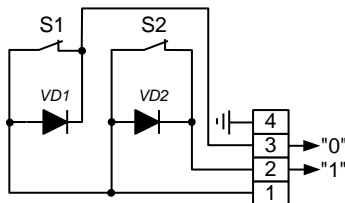

Рис. 2: Схема соединений мановакуумметра с сигнализатором типа МС-3-...
2.2 Адаптер п. 1.1.2 осуществляет согласование выходных цепей прибора п. 1.1.1 с входными цепями сигнализатора МС-3-... (преобразует трехпроводный выход прибора п. 1.1.1 в двухпроводный путем шунтирования контактов диодами VD1, VD2 – см. рис.2).
8.1 Комплект применяется совместно с сигнализатором типа МС-3 (изготовитель ООО НПП «СЕНСОР») (см. рис. 2) На комплект подается ограниченное до искробезопасных значений напряжение чередующейся полярности. Сигнализатор типа МС-3-... определяет состояние выхода комплекта (контактов S1, S2) по двум проводам и реагирует подачей светового, звукового сигнала и переключением контактов реле.
Мановакуумметр имеет стрелочный указатель давления, размыкающие контакты S1, S2 и диоды VD1, VD2 (рис. 2). При размыкании контактов S1, S2 изменяется проводимость выходной цепи мановакуумметра: